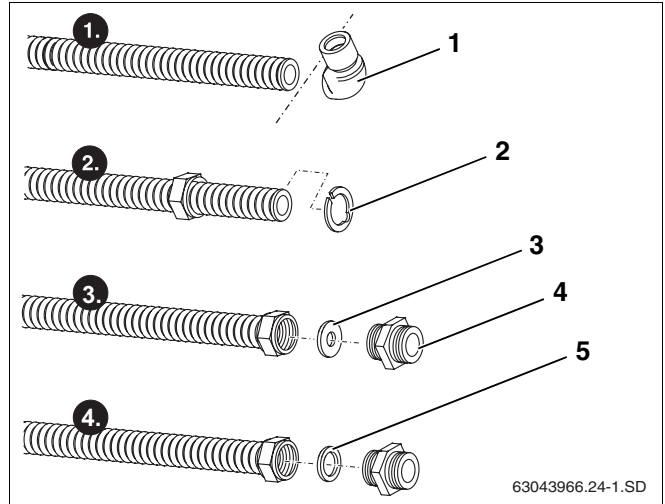

Fig. 56 Preparación del tubo de conexión
- ▶ Separe el codo (fig. 56, **pos. 1**) del tubo de conexión mediante una herramienta para cortar tubos.
- ▶ Coloque la arandela de sujeción (fig. 56, **pos. 2**) por detrás de la primera onda y apriételas hasta unirlas. La arandela de sujeción ha de asentarse de forma uniforme sobre el collar de la tuerca de racor.
- ▶ Coloque la arandela de carrocería (fig. 56, **pos. 3**) en la tuerca de racor, antes de la superficie del corte del tubo de conexión.
- ▶ Enrosque el casquillo doble (fig. 56, **pos. 4**) firmemente en la tuerca de racor para que se cree una superficie plana de obturación en el tubo de conexión.
- ▶ Coloque la junta (fig. 56, **pos. 5**) y enrosque el casquillo doble.